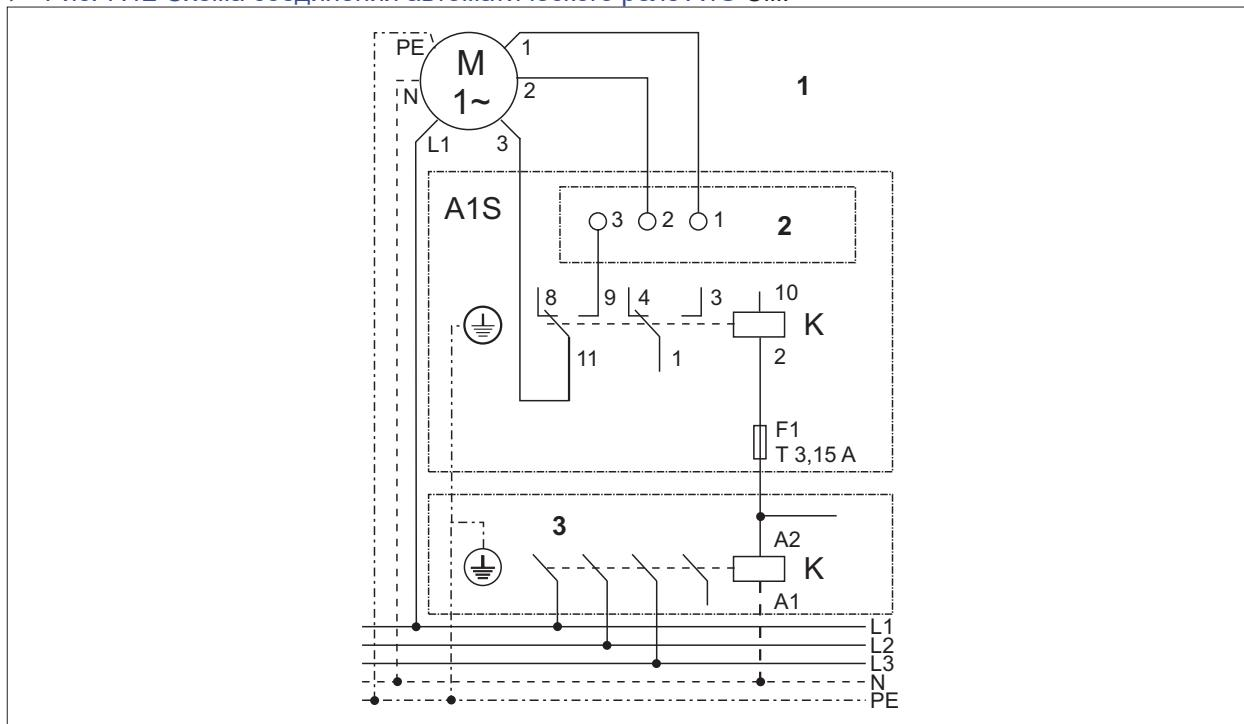

Рис. 7.12 Схема соединения автоматического реле A1S
► Рис. 7.12 Схема соединения автоматического реле A1S См.